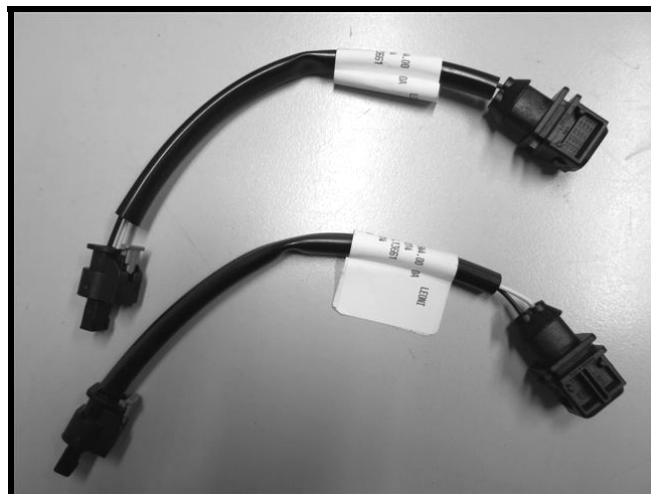

Abb. 22
- 4 In diesem Fall je eine TECHART Adapterleitung (Abb. 22) zwischen dem jeweiligen Taktventil und dem TECHART Kabelbaum montieren.